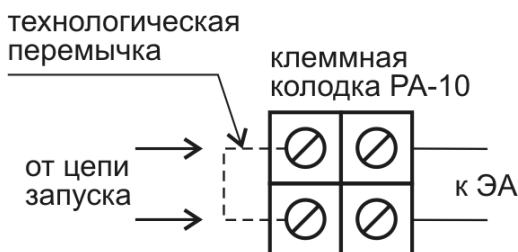

Рис. 3. Схема подключения МПП «Гарант-Д».
5.5. Подсоединить линию пуска к входным контактам клеммника. Схема подключения цепи запуска к МПП «Гарант-Д» приведена на рис. 3. При подключении МПП «Гарант-Д» полярность значения не имеет.